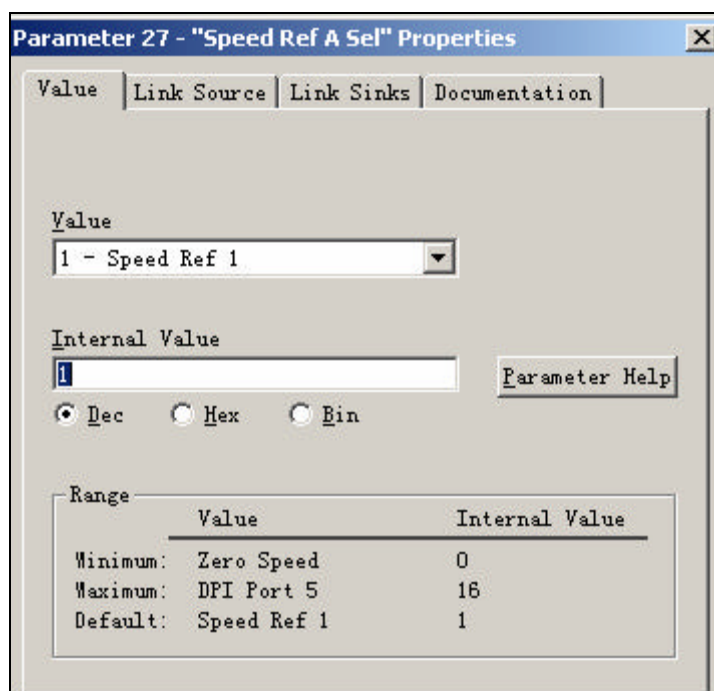

图 6-8 参数对话框
(6) 修改 Linear list 中参数的方法。以修改参数 27 [Speed Ref A Sel]为例, 双击该参数, 然后出现如图 6-8 所示的对话框。